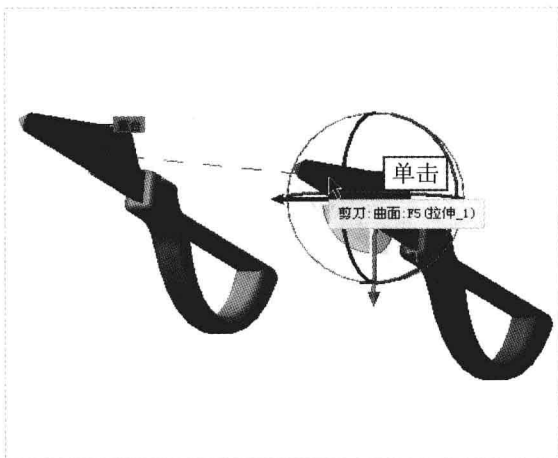

图 15-73 单击鼠标左键 1
Step 03 采用与上同样的方法，打开一个零件，在“元件放置”选项卡中，单击“自动”右侧的下拉按钮，在弹出的下拉列表中选择“重合”选项，在绘图区合适的面上单击鼠标左键，如图 15-73 所示。